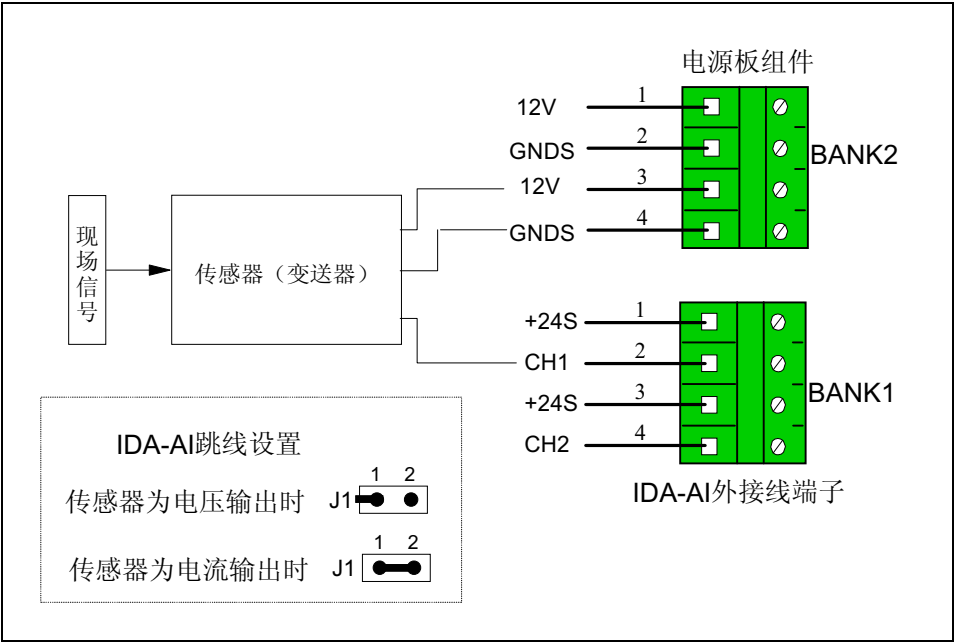

图4-8 12V电源三线制接线示意图
3、 外接传感器或变送器（输出为4~20mA电流或-5V~10V电压）为三线制，需提供12V电源时，具体接线方法如图4-8：